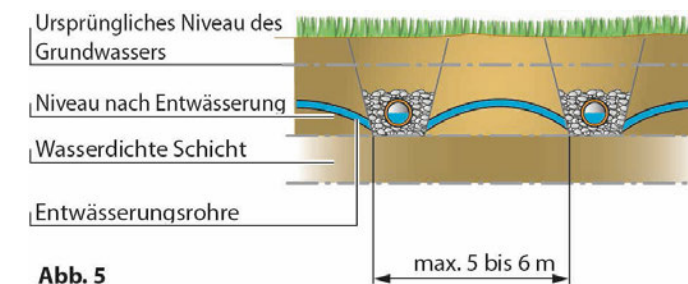

Abb. 5
1. Entwässerungsgräben ausheben. Für eine optimale Entwässerung sollten die AGRODRÄN-Rohre / PVC-Dränage-Rohre im Abstand von höchstens 5 bis 6 m zueinander (Abb. 5) gelegt werden.